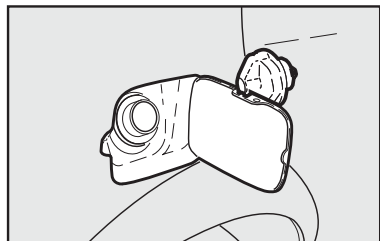

fig. 158
- Luego de retirada la tapa de su alojamiento, colóquela en el soporte sobre la puerta **fig. 158**.